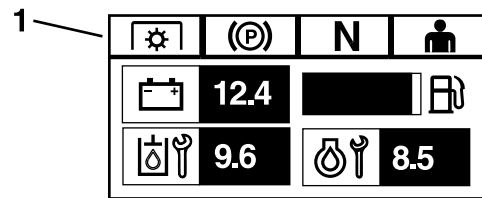

**Figura 9**
1. Eleve la barra anti-vuelco a la posición de trabajo y gire los pomos hasta que se introduzcan parcialmente en las ranuras (Figura 9).
2. Eleve la barra antivuelco a la posición vertical, presionando sobre la parte superior de la misma; las clavijas encajarán en cuanto se alineen con los orificios (Figura 9).
3. Presione sobre la barra para asegurarse de que las clavijas han quedado encajadas (Figura 9).